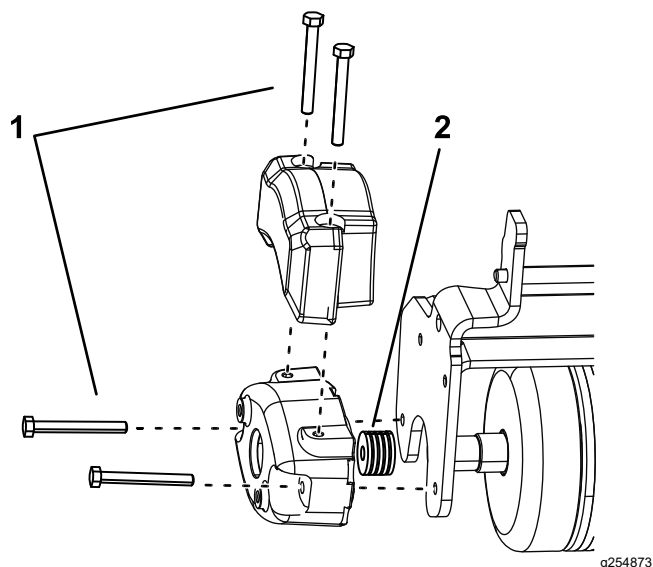

Figura 7
2. Instale dois parafusos (5/16 pol. - 18 pol. x 2¾ pol.) como se mostra em Figura 7.
3. Instale quatro espaçadores (1/8 pol.) por parafuso entre o contrapeso e a placa lateral do triplo-rolô (Figura 7).